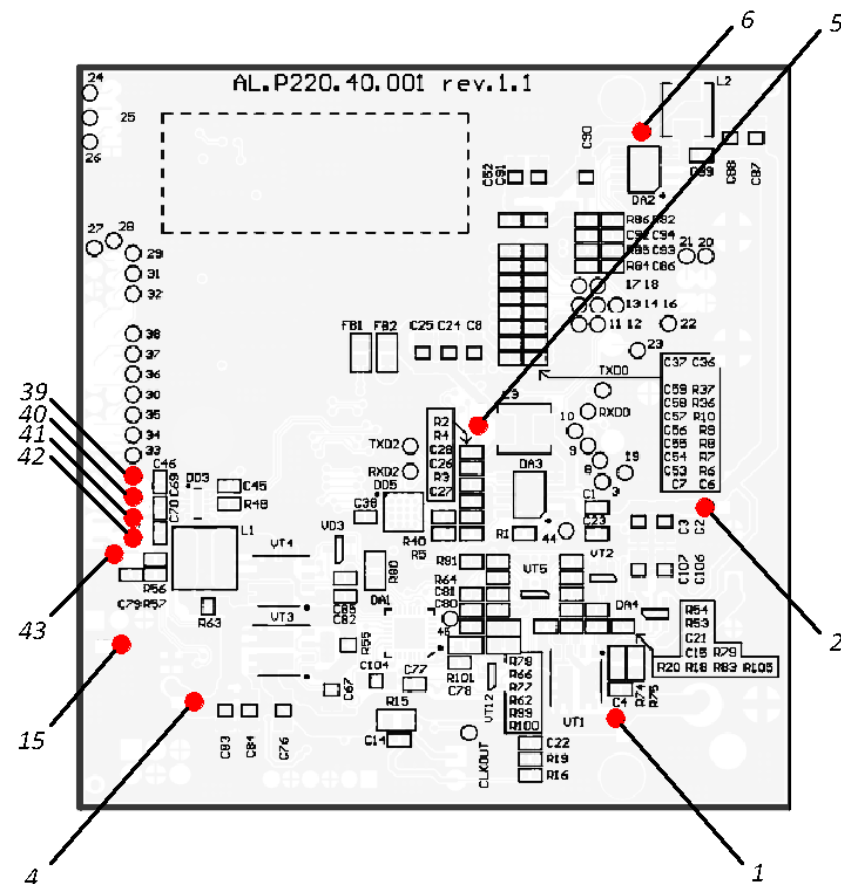
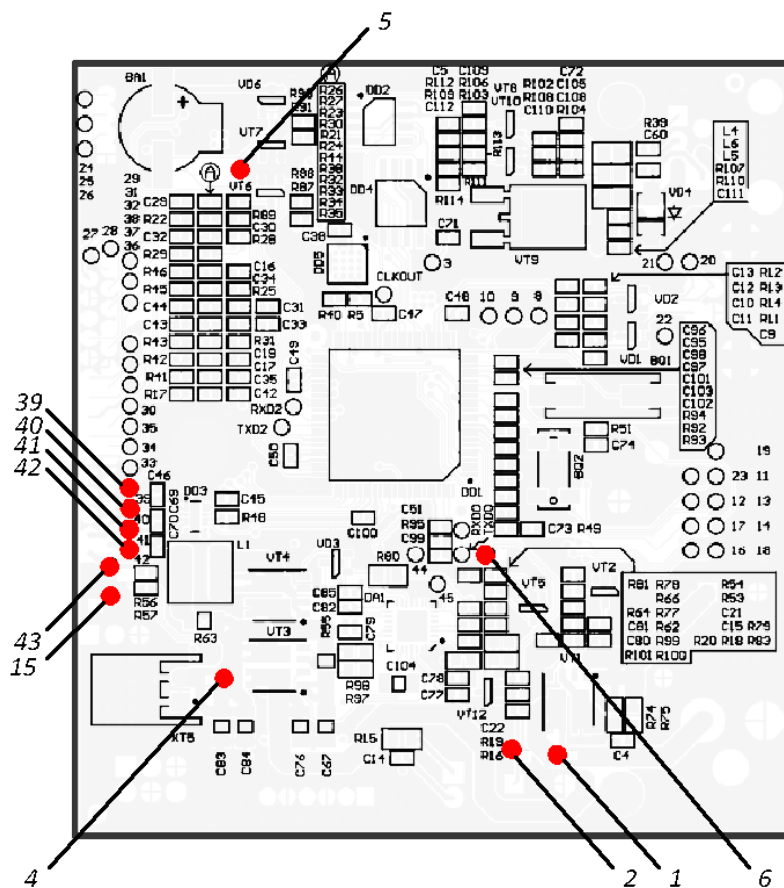

Рисунок 32. Расположение контрольных точек на БУ AL.P220.40.000 rev.1.1 (вид снизу)
Рисунок 34. Расположение контрольных точек на БУ AL.P220.40.000 rev.1.2 (вид снизу)
2. Установить на мультиметре режим проверки постоянного напряжения. Установить отрицательный щуп мультиметра в контрольной точке **15** (для БУ rev. 1.1 рисунок 32, для БУ rev. 1.2 рисунок 34).